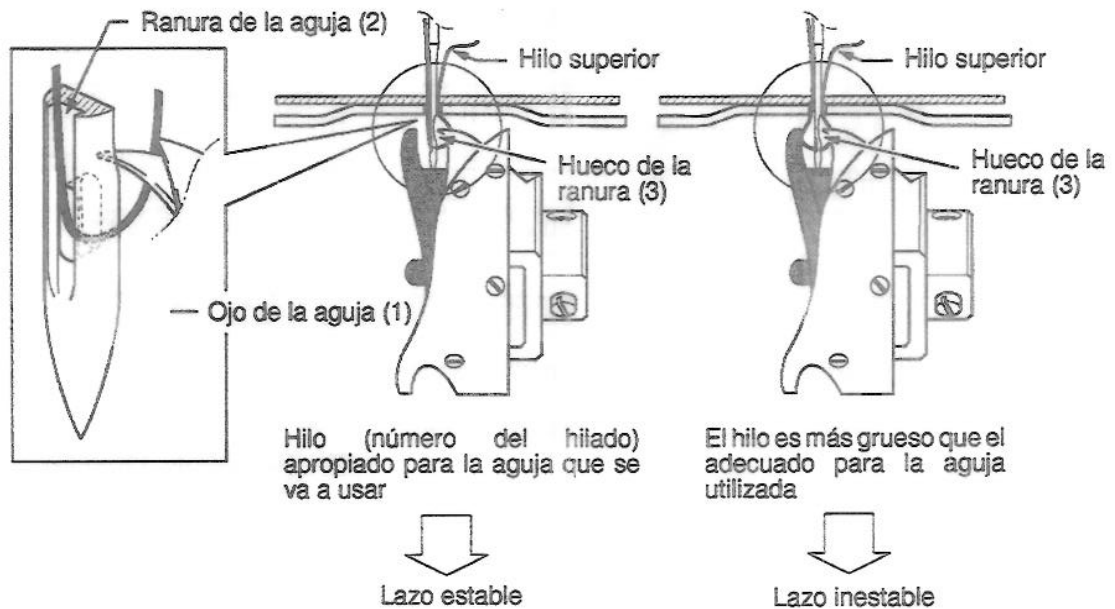

Figura 3-5
El tamaño y la ranura de la aguja varían según el número de ésta. La ranura cumple un importante papel en el proceso de costura: durante el período transcurrido desde que la aguja entra en la tela hasta que sale de ella, el hilo se introduce en la tela y está protegido de la fricción generada entre la aguja y la tela; de otra forma, se rompería el hilo. Ver Figura 3-5.
(5) Relación entre el canal el rebaje de la aguja y el hilo.
La ranura (3) indicada en la Figura 3-5 cumple dos funciones principales. La primera es la de controlar la sincronización del cangrejo (adelantado o atrasado) con referencia a la operación de la aguja, y la segunda es la de evitar la omisión de puntadas.